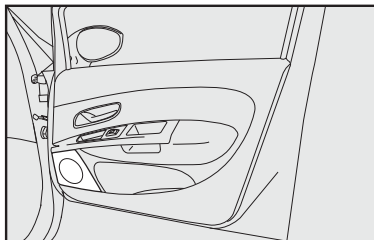

fig. 118
- alto-falantes na porta dianteira **fig. 118**;